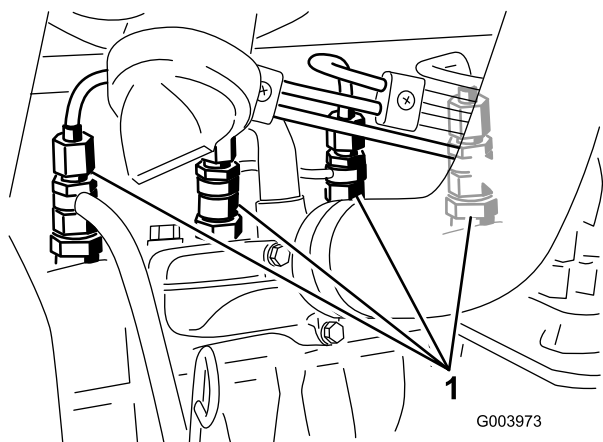

図 67
1. 燃料噴射ポンプの No. 1インジェクタノズル(図 67)へのパイプ接続部をゆるめる。